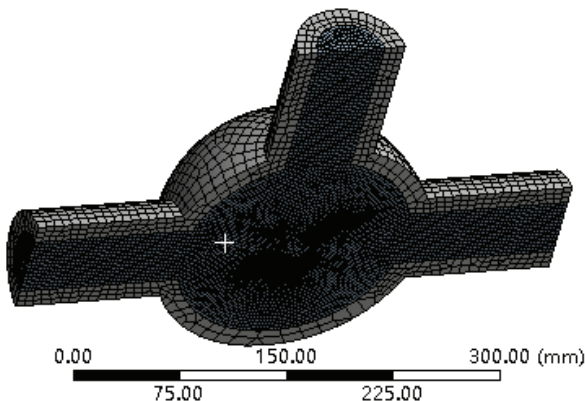

图 24-4 网格模型
4) 在 **Outline** 树结构图中的 **Mesh** 选项单击鼠标右键，在弹出的快捷菜单中选择 **Generate Mesh**，生成网格最终的效果如图 24-4 所示。